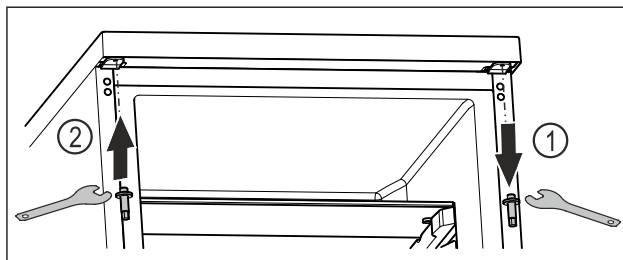

Fig. 23
- ▶ Csavarja ki a felső csapot dugókulccsal. Fig. 23 (1)
- ▶ Csavarozza fel a csapot a másik oldalra dugókulccsal. Fig. 23 (2)